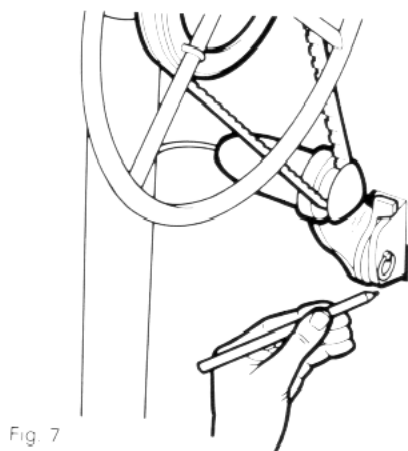
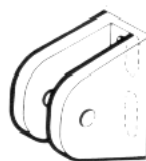

Fig. 7
Fig. 8
- Après avoir trouvé la position correcte, maintenir le support en position avec la courroie tendue et tracer l'extérieur du support au crayon (Fig. 7), enlever la goupille et tracer les deux trous oblongs de l'intérieur du support (Fig. 8).